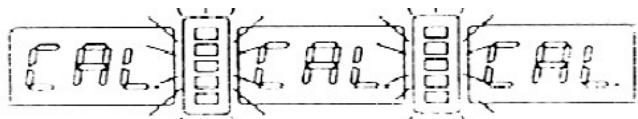

Fig20.
- Apasati butoanele **D** si **C**, si tineti-le apasate, pe afisaj scilipeste simbolul "**CAL**" , si cere sa confirmati ca doriti sa efectuati autocalibrarea, tineti butoanele apasate pana se opreste scilipirea textului "**CAL**" (Fig20.)